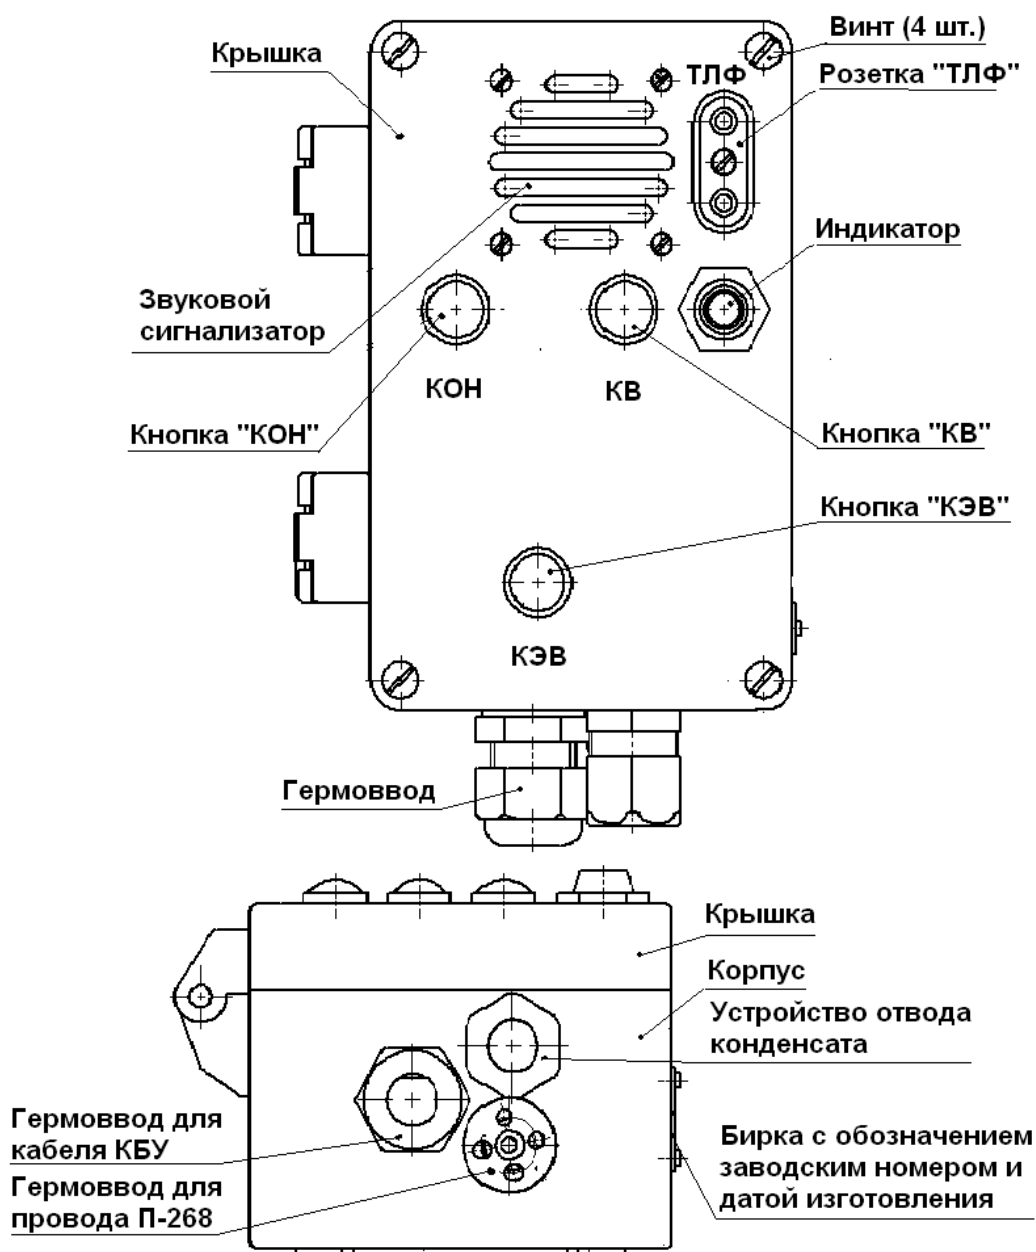

Рисунок 1.3
1.3.2 На БУ (рисунок 1.3) расположены кнопки "КОН", "КЭВ", "КВ", звуковой сигнализатор, индикатор и розетка "ТЛФ". Внизу корпуса имеются два гермоввода, через которые БУ подключается к ШУ и телефонной двухпроводной линии связи, а также устройство для отвода конденсата.